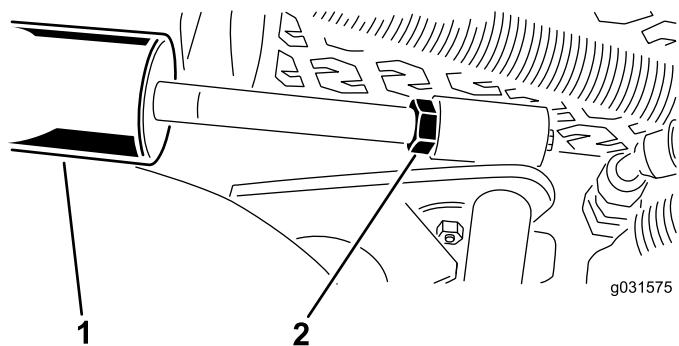

Bild 16
- Senken Sie die Mähwerke ab und drehen Sie die Klemmmutter am Zylinder heraus (Bild 16).